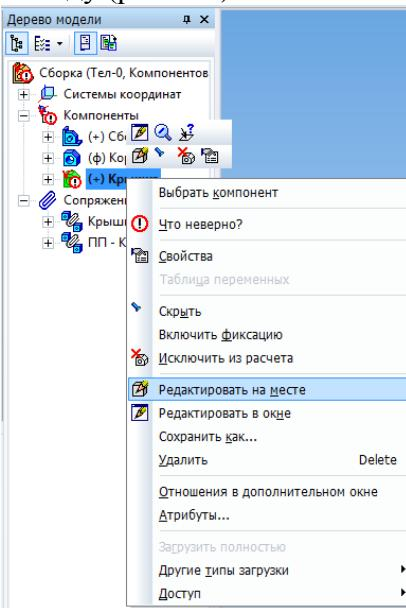

Рис. 5.2. Вызов команды **Редактировать на месте**
1. Режим **редактирования на месте** также вызывается если в дереве сборки на крышке в контекстном меню выбрать соответствующую команду (рис. 5.2).